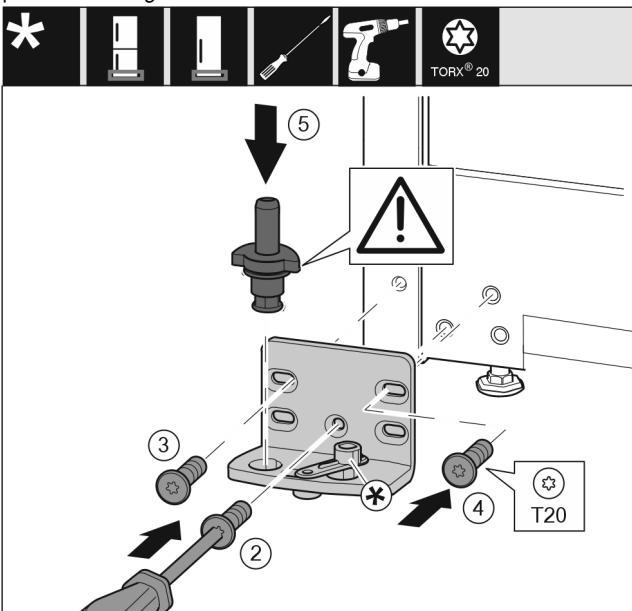

Fig. 19
- ▶ Postavite podložak ležaja na drugoj strani i zavijte pomoću odvijača T20. Započnite s vijkom 2 dolje u sredini. Fig. 19 (2)
- ▶ Pritegnite vijak 3 i 4. Fig. 19 (3,4)
- ▶ Kompletno umetnute podložak ležaja. Pri tome pazite da je ispuštenje za blokiranje okrenuto prema otraga. Fig. 19 (5)